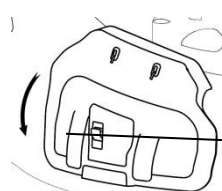

Fig. 7C
6.1.2. Assurez-vous que le déflecteur d'éjection latérale est abaissé et bloqué par le levier de sécurité; Fig. 7C